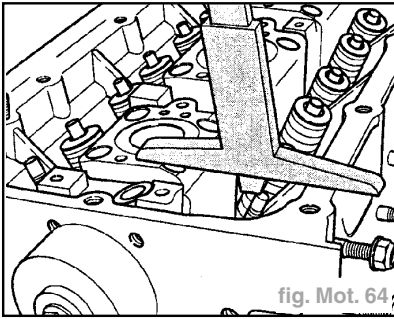

fig. Mot. 64
- Mesurer l'écart (a) entre l'extrémité de la tige de soupape et le rebord supérieur de la culasse (fig. Mot. 64).